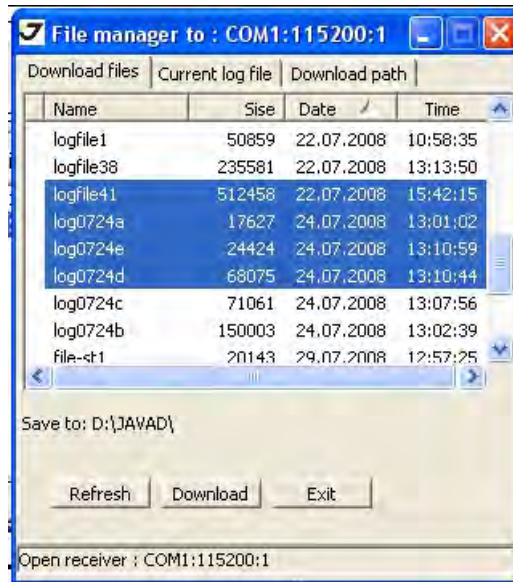

Рисунок 48. Закладка Download Files
5. Перейдите в закладку *Download files* и выберите файл(ы) для выгрузки (Рис. 48).